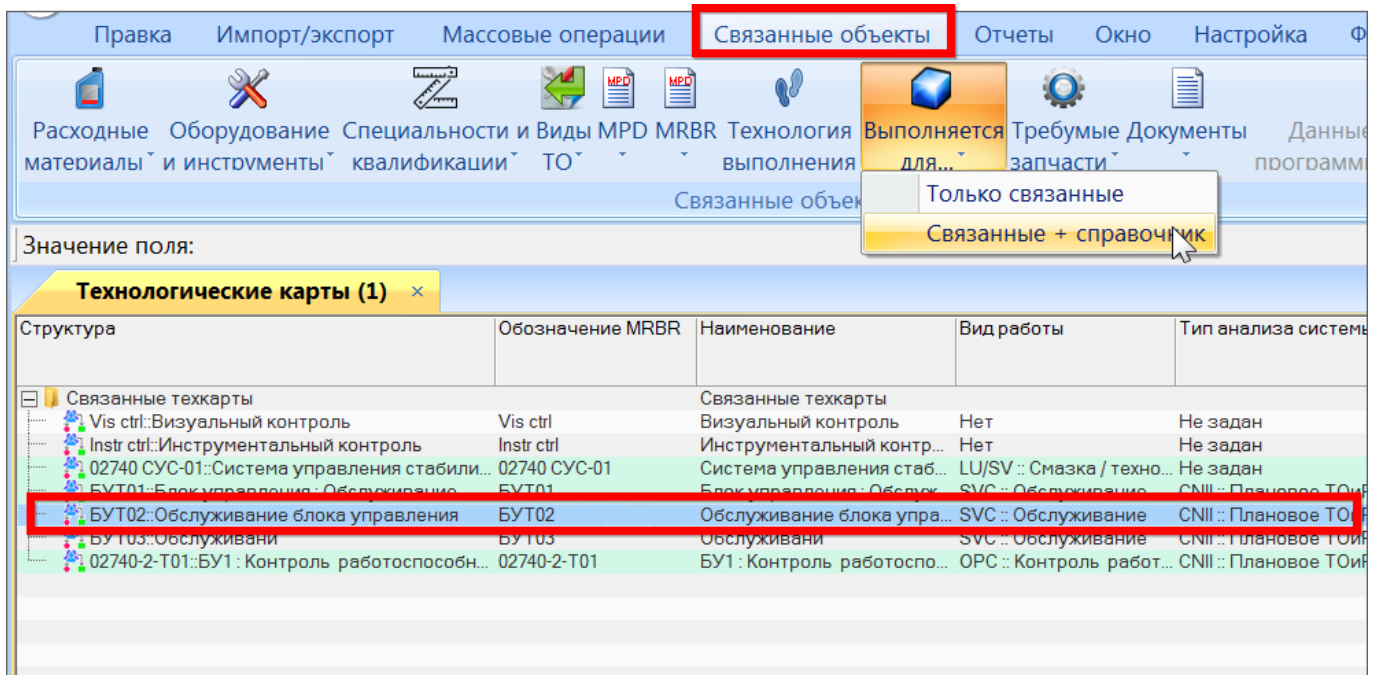

Рис. 12-104 – Открытие рабочих окон для установления связи ТК с обслуживаемым компонентом
- выбрать ТК в окне «Технологические карты» и выполнить команду «Выполняется для...» → «Связанные + Справочник» на вкладке «Связанные объекты» (рис. 12-104).